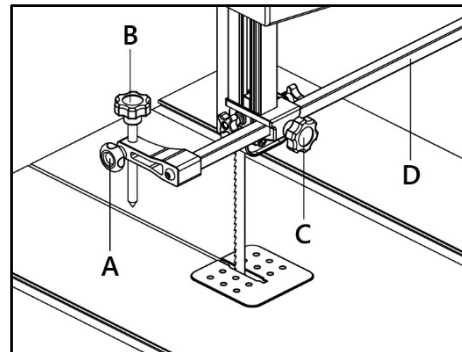
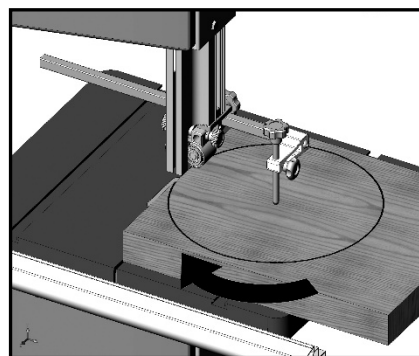

Рисунок 5.
Рисунок 21.
Вставьте опорный штифт В (рис. 5) в отверстие кронштейна D. Зафиксируйте его с помощью фиксатора А.
- Положите оставшуюся заготовку с отметкой в виде круга на стол. Выровняйте точку касания с зубьями пильного полотна. Установите опорную ось в центральной точке круга и зафиксируйте, затянув ручку А (рис. 5). Включите ленточную пилу. Медленно поворачивая заготовку, совершите рез (рис. 21).